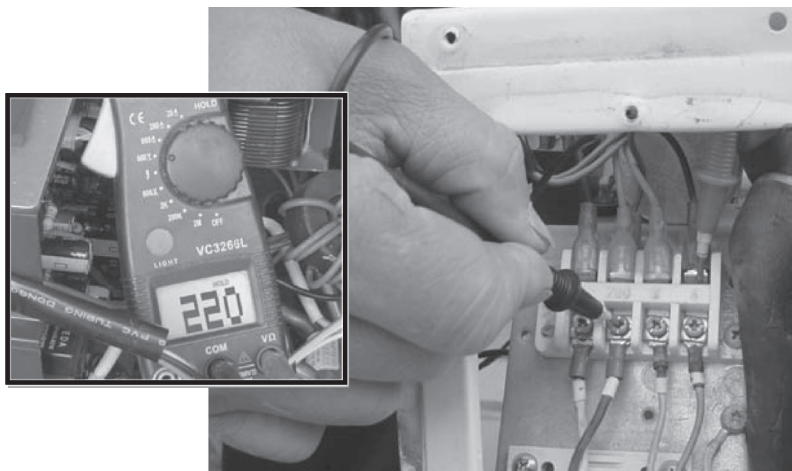

图 6-4 测量电压
2) 用万用表交流电压档测接线端子 N 与 FAN(室外风机供电端) 电压为交流 220V，如图 6-4 所示。